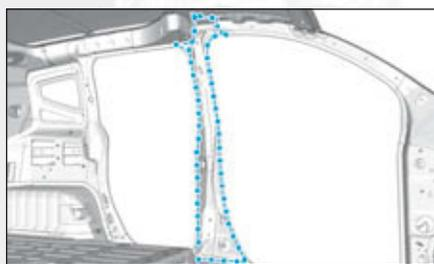

FIG.95
- Préparer les zones d'accostages sur la caisse (Fig.95).